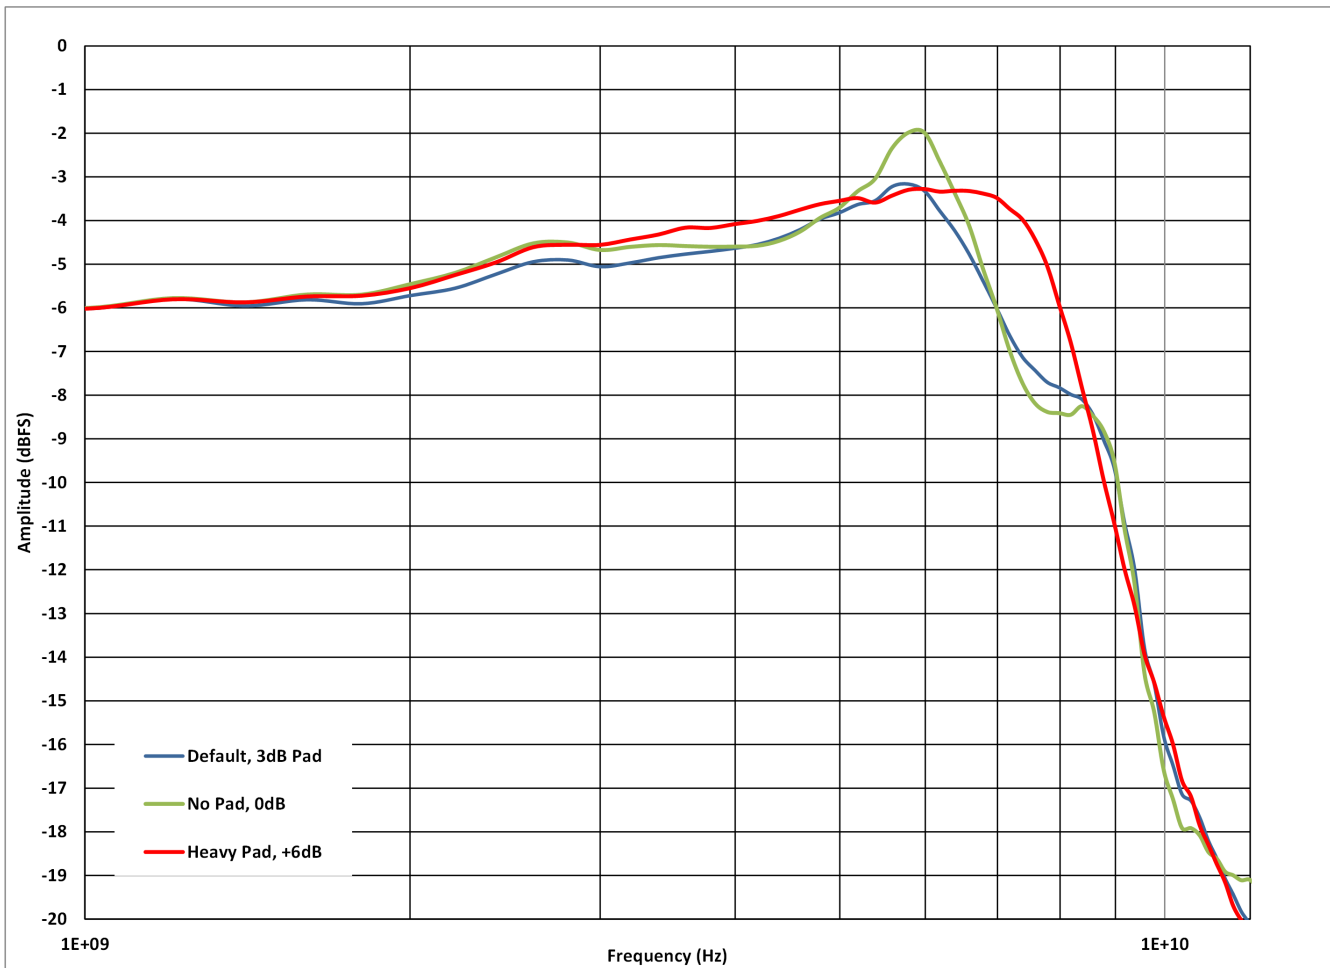

图 2-1. 具有和不具有衰减的平衡-非平衡变压器和 ADC 的带宽响应
- 之所以使用 3-6dB 输入网络，是因为在任何通用评估平台 (EVM) 上，对于任何 ADC 制造商，应用组都必须设计一个 EVM 以尝试覆盖 ADC 能够覆盖的整个模拟带宽 (BW) 范围。此外，有各种各样应用范围大不相同的客户和终端用户，因此这种输入网络方法足够通用，能够处理客户在 ADC 模拟输入中所能应用的 95% 的模拟信号。如果需要，客户可以在稍后降低 BW、进行更改或修改输入网络，以便根据其特定的终端应用进行设计。
- 要求 ADC 具有最宽 BW 范围的应用需要 3-6dB 输入网络。一些客户和应用需要 ADC 的完整 BW 功能。电阻网络提供了一个满足平衡-非平衡变压器和 ADC 阻抗要求的良好通用网络。请参阅 图 2-1。